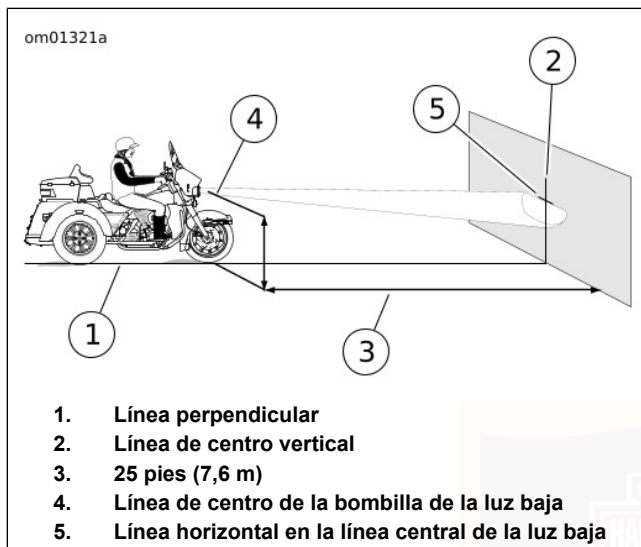
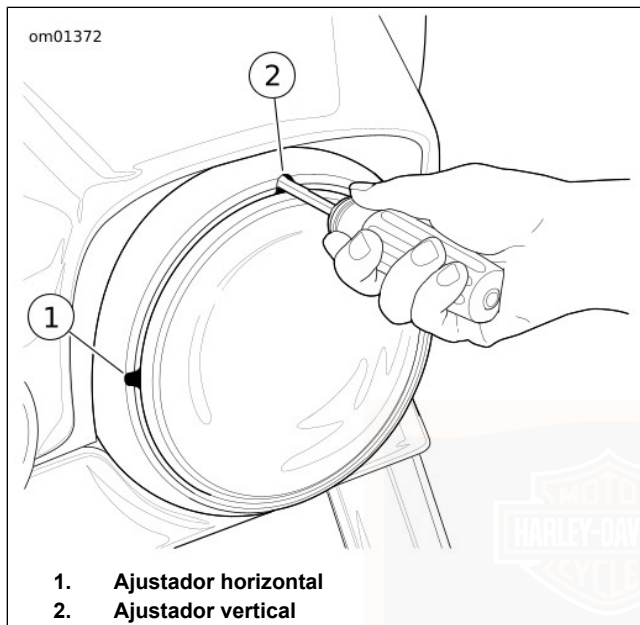

Figura 76. Alineación del faro delantero: LED
Figura 77. Ajustadores del faro delantero: Todos, excepto los modelos con fuselajes montados en la estructura (típicos)
4. Vea Figura 76. Estacione la motocicleta en una línea perpendicular (1) hacia la pared.
6. Dibuje una línea central vertical (2) en la pared.
7. Con la motocicleta cargada, apunte la rueda delantera directamente hacia adelante a la pared. Mida la distancia (4) desde el piso hasta el centro de la bombilla de luz baja.
8. Vea Figura 76. Dibuje una línea horizontal (5) a través de la línea vertical en la línea de centro de la luz baja.
9. Vea Figura 76. Verifique la alineación del faro delantero. Vea Figura 76. El faro delantero está alineado cuando la parte superior de la zona caliente del haz de luz se encuentra, como se muestra, con el faro delantero ajustado a la luz baja.
2. Vea Figura 77. Inserte una llave hexagonal con extremo de bola de 5/32 a través de las ranuras del ajustador en el anillo decorativo.
- a. **Horizontal:** Gire el tornillo de ajuste horizontal (1) para ajustar el haz de luz hacia la izquierda o hacia la derecha.
- b. **Vertical:** Gire el tornillo de ajuste vertical (2) para ajustar el haz de luz hacia arriba o hacia abajo.
3. Vea Figura 76. Ajuste el faro delantero al haz de luz central como se muestra.